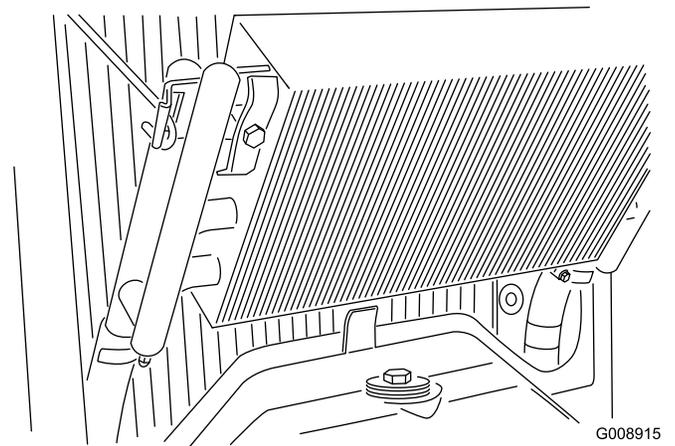

Figure 51
3. Déverrouillez le refroidisseur d'huile et faites-le basculer en arrière (Figure 51). Nettoyez soigneusement les deux côtés du refroidisseur et du radiateur avec de l'eau ou de l'air comprimé. Rabattez le refroidisseur d'huile en position.